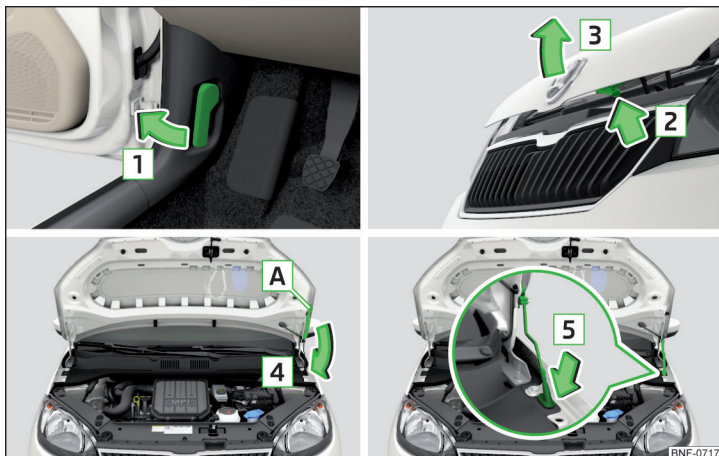

Fig. 106 Deschiderea capotei
- Deschideți portiera din față și trageți de maneta de deblocare aflată sub planșa de bord în sensul săgeții **1** » fig. 106.